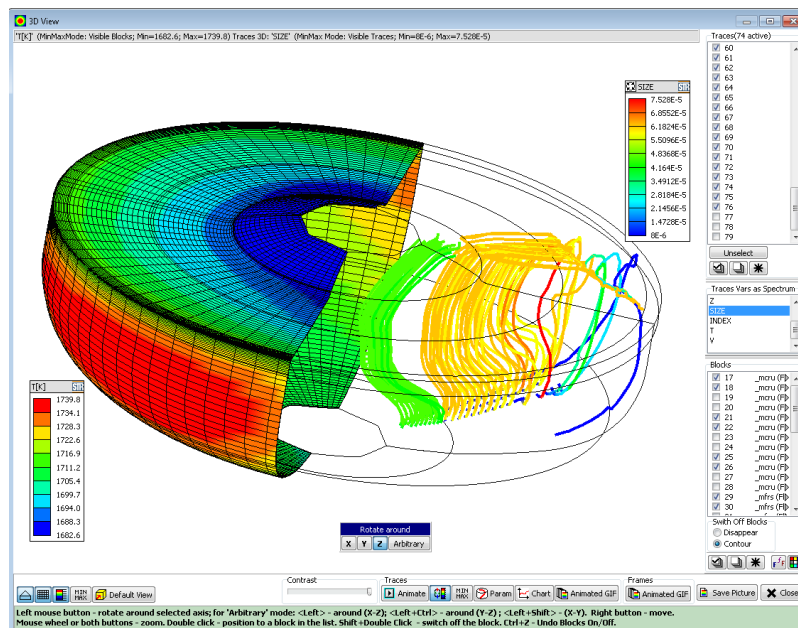

図 4. バブル形成と輸送計算モデルの計算結果
- Cz 法シリコン成長におけるバブル形成と輸送モデルの追加 (図 4)